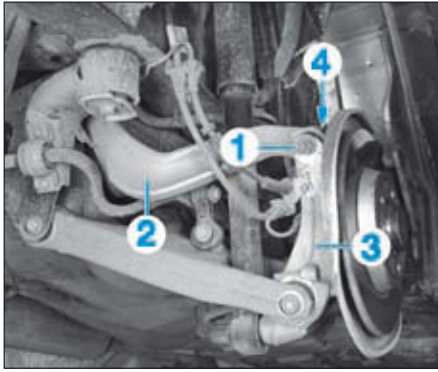

FIG. 4
- Dévisser l'écrou (1) de la fixation du bras supérieur (2) sur le porte-fusée (3) et visser un écrou neuf jusqu'en butée (Fig.4).
- Régler le carrossage en tournant la vis de réglage (4).